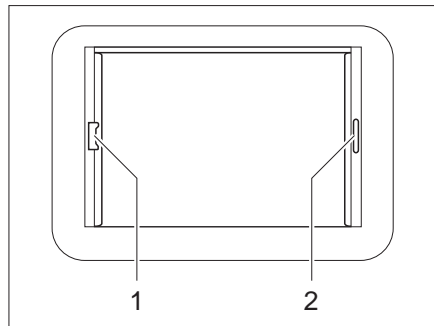

Bild 51 Heki-taklucka, rullgardinslås
- Håll i handtaget (Bild 51,2), drag ut plisségardinen och släpp den i önskad position. Plisségardinen stannar i denna position.
- Drag, med handtaget (Bild 51,1), insektsnätet till plisségardinens handtag (Bild 51,2) på den motsatta sidan, där det hakas i.
- Tryck insektsnätets handtag bakåt, uppåt och haka av insektsnätet från plisségardinen (Bild 51,2).